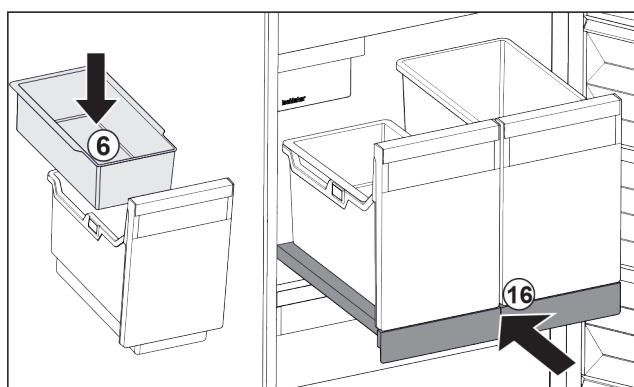

Fig. 32
- Installer le balconnet Fig. 32 (6) pour glaçons.
- Rentrer le compartiment coulissant avec le bac (IceTower). Fig. 32 (16)